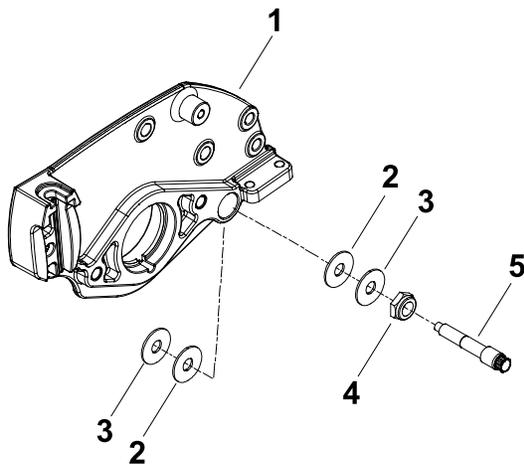

図 8
3. ベッドバーのピボットボルトのロックナットをゆるめて、ベッドバーのピボットボルト、金属製ワッシャ、プラスチック製ワッシャを、サイドプレートから外す 図 8。